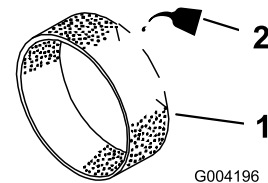

Figura 20
3. Ponga una o dos onzas de aceite en el pre-filtro (Figura 20).